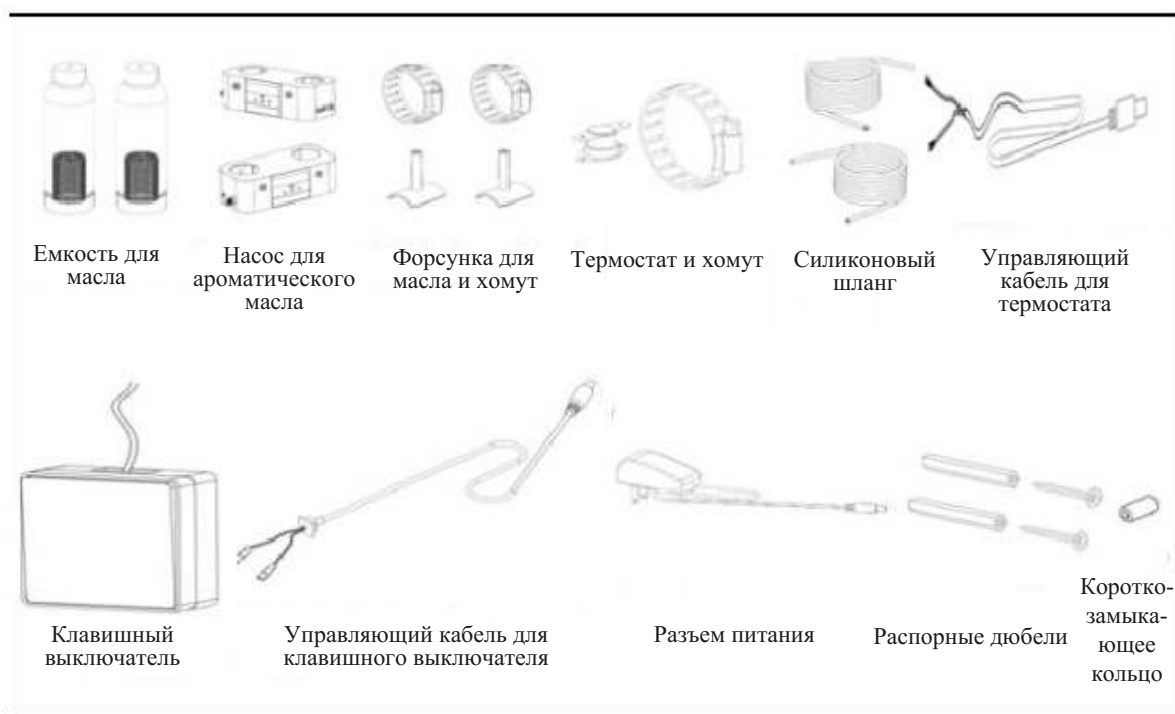

Рисунок 1. Содержимое упаковки
5. После включения выключателя питания (см. рис. 1) система насоса для ароматического масла будет находиться в режиме ожидания и на ней будет отображаться “--”. Когда парогенератор начнет производить пар, можно будет управлять насосом для ароматического масла, используя панель управления парогенератора в применимых случаях.
6. Подсоедините к сети электропитания насос для ароматического масла, после включения выключателя питания (см. рис. 1) система насоса для ароматического масла будет находиться в режиме ожидания и на ней будет отображаться “--”. После того, как температурное реле определит подачу пара и температуру выше 95 °С, можно будет управлять работой насоса для ароматического масла, используя клавишный выключатель.